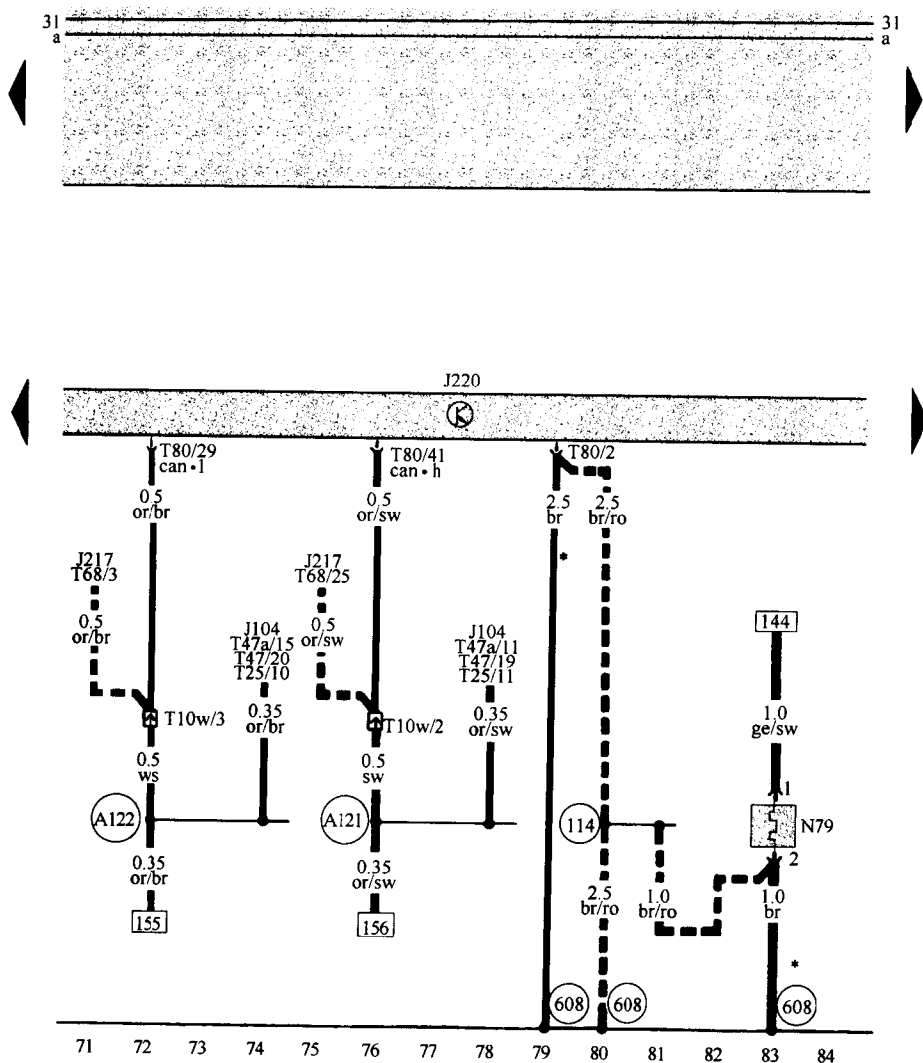

图 1-3 加热单元电路图
(3) 多点喷射控制单元,加热元件(曲轴箱通风口)(如图 1-3 所示)